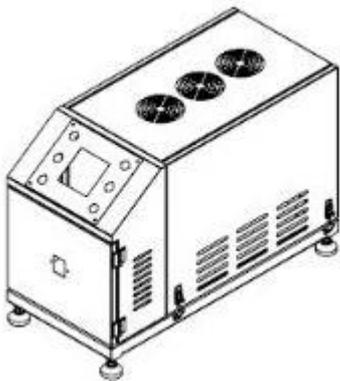

Рис.1. Общий вид парогенератора
**4.2** Внешний вид и устройство ИП-30 показан на рис. 1. Схема гидравлическая на рис. 2. **Пульт управления на рис.3.**